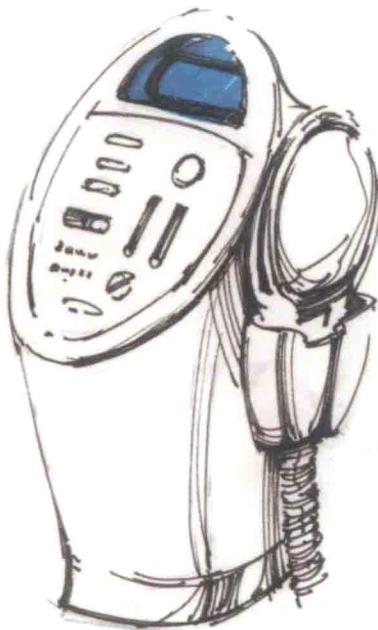

图2-14 小电器的局部表现图
(2) 局部表现法：只对设计创意中需要的部分进行表达，突出设计的分量，弱化其他部分。具体方式可以使用纯度和明度高的色调，用色彩突出设计的重点，对于其他部分可以采用灰色调表现（如图2-14）。